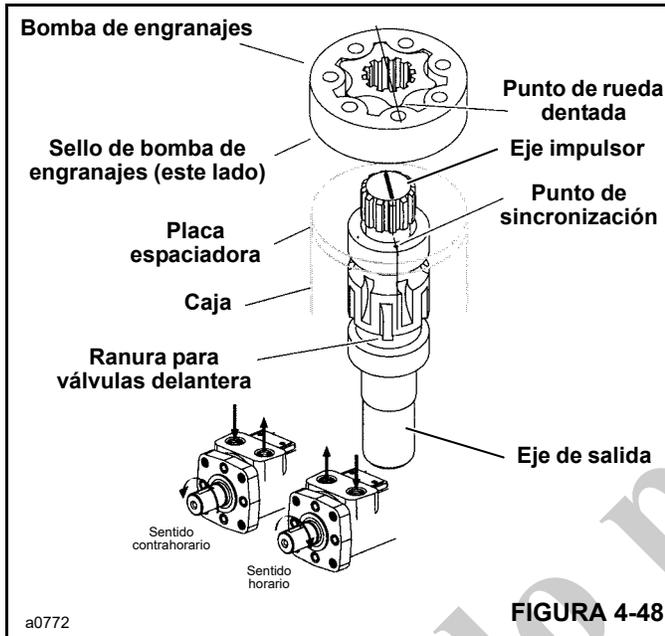

FIGURA 4-48
15. Instale el eje impulsor (14, Figura 4-39). Utilice un marcador con punta de fieltro para marcar un diente impulsor. Alinee esta marca con el punto de sincronización en el eje de salida (Figura 4-48).
17. Instale el sello **13** en la ranura para sello de la bomba de engranajes. Cuidadosamente coloque la bomba de engranajes en la placa espaciadora, con el lado del sello hacia la placa espaciadora. Alinee cualquier punto de la rueda dentada con el diente marcado en el eje impulsor (Figura 4-48).